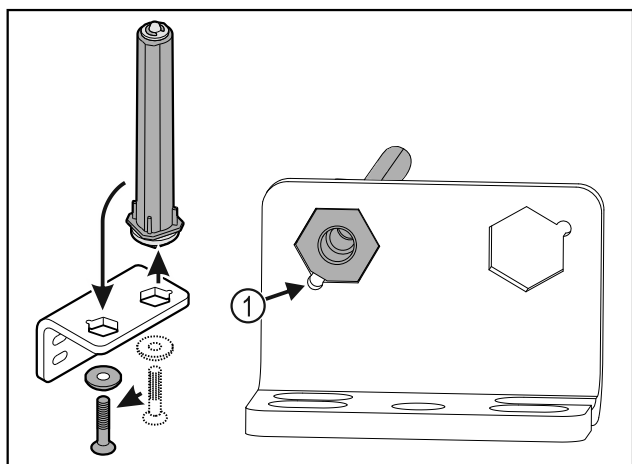

Fig. 35
- ▶ Bëni kujdes që gjatë vendosjes, e prera e kokës së bulonit Fig. 35 (1) të jetë e drejtuar nga vrima e rrumbullakët.